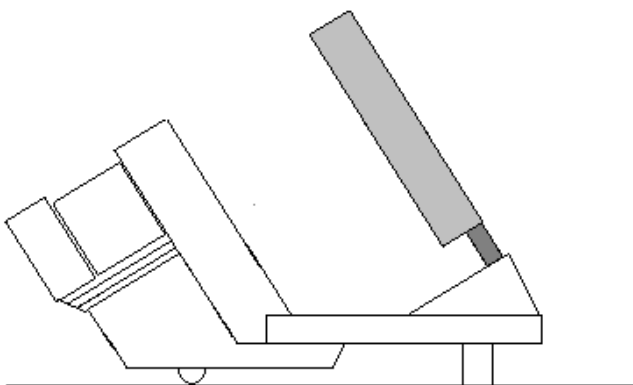

Fig. 3a Montaje de la bobina para campo axial
- Coloque la base de la bobina en la ranura desde la parte delantera. Al hacerlo, observe que las conexiones señalen hacia adelante (véase fig. 3a).